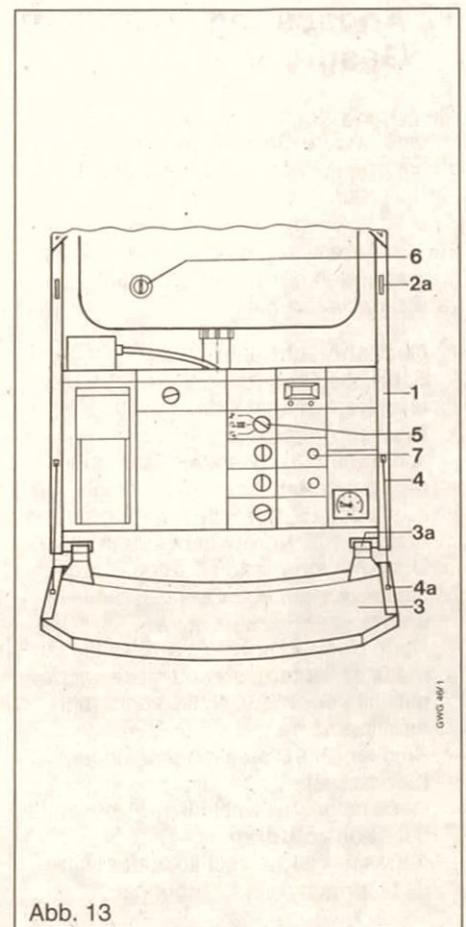

Abb. 13
Der Entriegelungsknopf (7) befindet sich auf der Front des Schaltkastens unterhalb des Displays (Abb. 13).